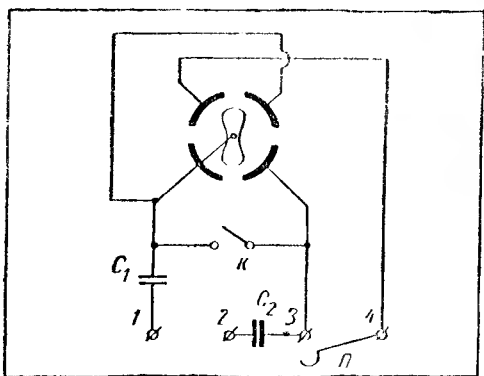

Рис. 3
Схема прибора изображена на рис. 3.
- I — от 80 V до 400 V — измеряемое напряжение подается к клеммам 1 и 3 (рис. 3). Переключатель Π замыкает клеммы 3 и 4 и, следовательно, оба квадранта второй группы.